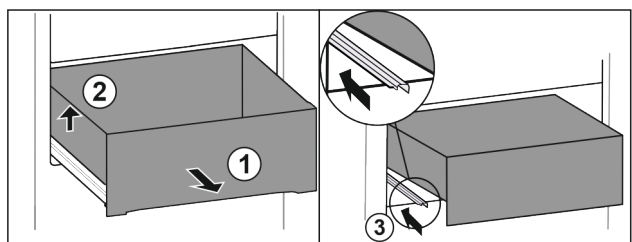

Fig. 21
► Tirer le tiroir jusqu'en butée. Fig. 21 (1)
► Soulever le tiroir sur la gauche. Fig. 21 (2)
- ▶ Rentrer le rail de gauche. Fig. 21 (3)